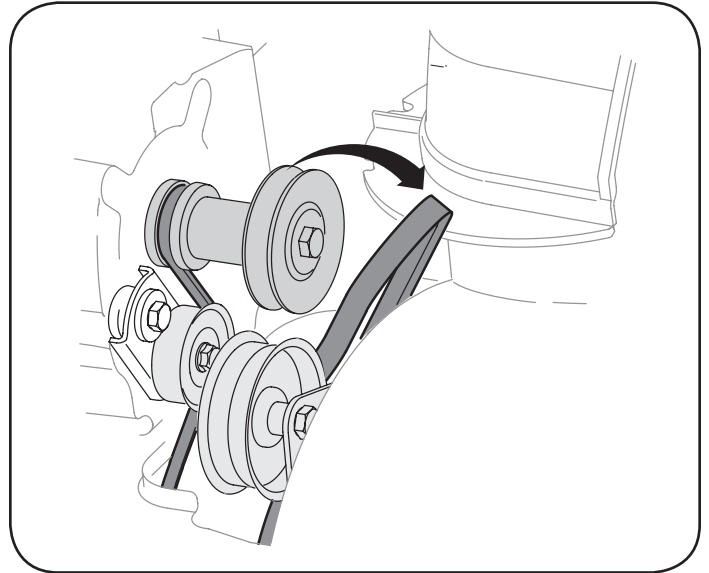

Figura 30
3. Afloje y retire los dos tornillos y arandelas planas que aseguran la guía de la correa. Vea la Figura 30. Retire la guía de la correa.
4. Saque la correa de la barrena de la polea del motor. Vea la Figura 30.